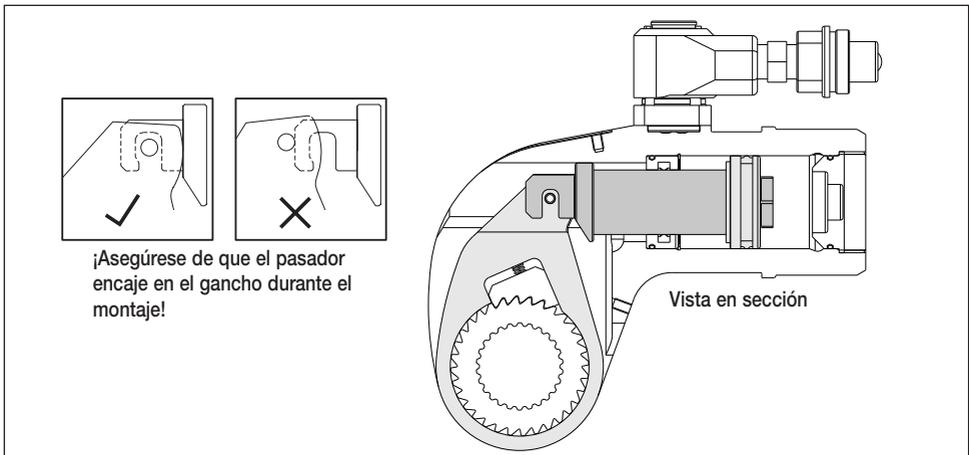

Fig. 20
5.3.6 - Montaje e instalación del pistón (Fig. 20 y 22)